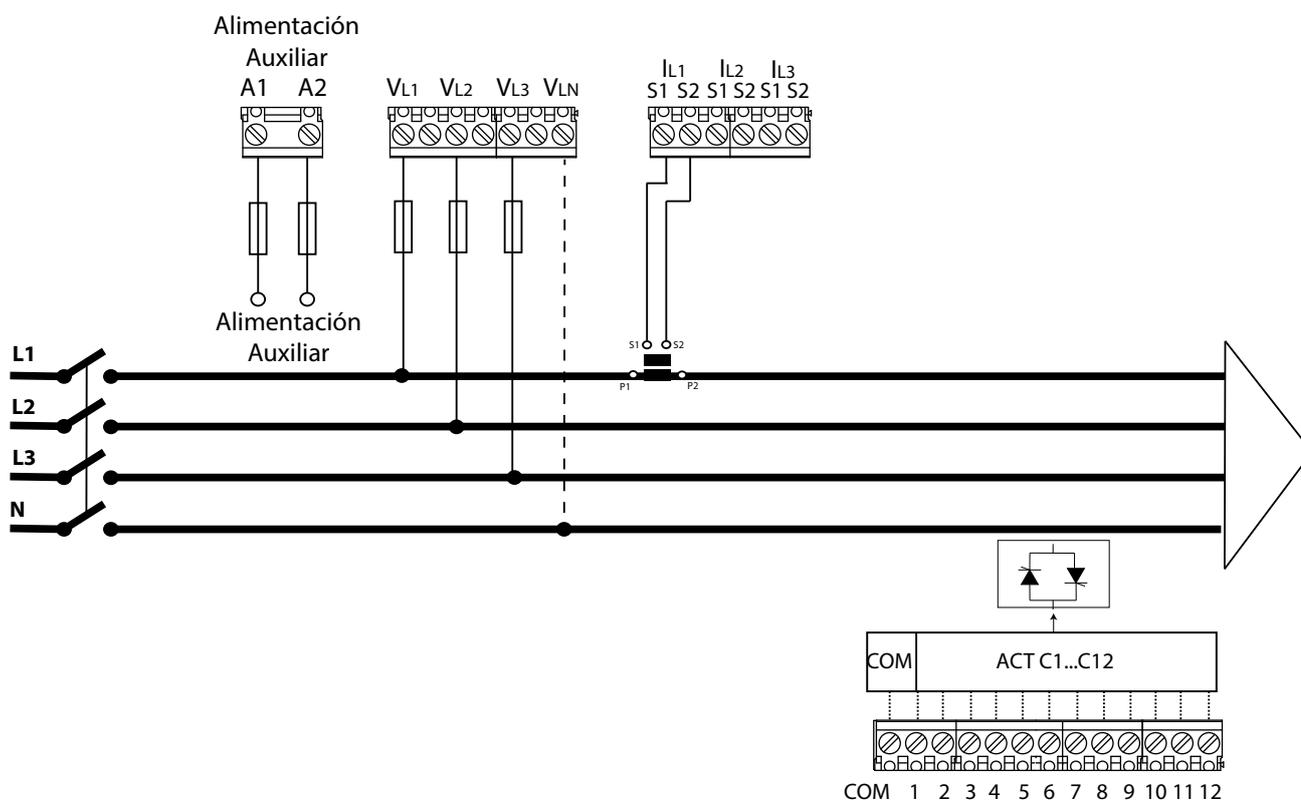

Figura 6: 3 tensiones + neutro y 1 corriente, modelo Computer SMART III FAST 12.
**Nota :** La alimentación auxiliar puede conectarse Fase-Neutro ( como en la Figura 6) o Fase-Fase, siempre y cuando no se exceda el rango de alimentación ( ver “6.- CARACTERÍSTICAS TÉCNICAS”).